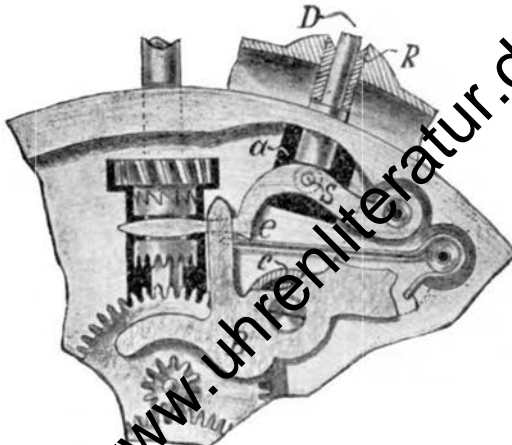

Fig. 25.
A) Bei der hierzu erforderlichen Einrichtung, wie sie in Fig. 25 in einer allgemein üblichen Form dargestellt ist, können folgende Fehler eintreten: das Zeigerstelltrieb greift zu wenig oder zu tief in den Eingriff mit dem Wechselrad, bezw. mit dem Zwischenrad; der Zeigerstellhebel fasst nicht richtig in den Einschnitt des Zeigerstelltriebes; der Zeigerstellhebel kehrt nicht in seine Ruhelage zurück.
Kann der Zeigerstellhebel nicht tief genug gedrückt werden, dann schnappt das Zeigerstelltrieb beim Zeigerstellen ausser Eingriff. Die Hindernisse, die dem Zeigerstellhebel an einer genügenden Tiefstellung entgegenstehen, können in folgendem ihre Ursache haben. Wenn der Zeigerstellhebel den Einschnitt im Triebe zu genau ausfüllt, dann ist er an seiner freien Bewegung gehindert, was jedoch bei der in Fig. 25 wieder-